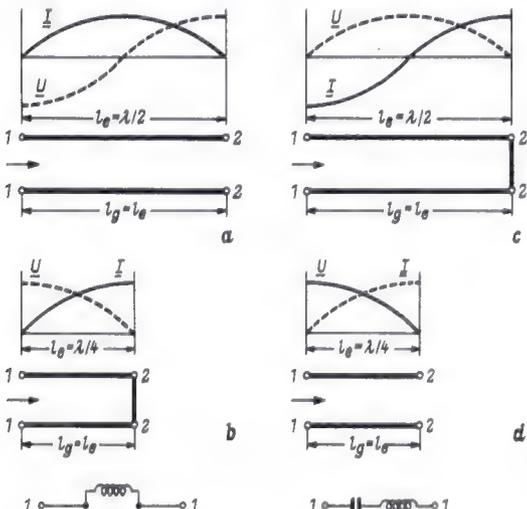

Bild 1. Leitungsgstücke als Resonanzkreise
**Die Resonanzleitung (Bild 1)**